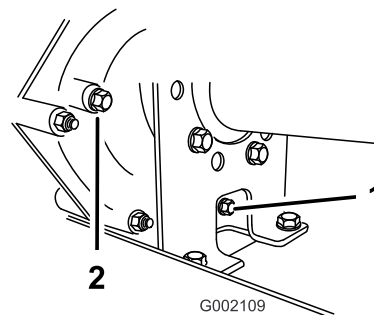
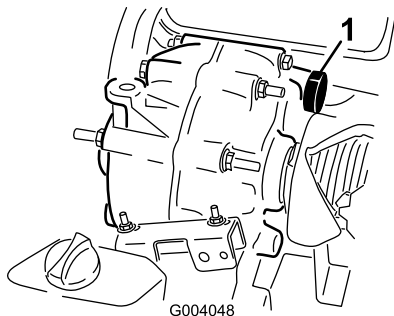

Figura 60
Figura 61
- Limpe a área em torno dos tampões de enchimento e escoamento com um trapo (Figura 60).
- Retire o tampão de enchimento rodando-o para a esquerda (Figura 60).
5. Retire o tampão de escoamento rodando-o para a esquerda (Figura 60).
6. Coloque e aperte o tampão de escoamento e a junta no orifício do tampão de escoamento da transmissão (Figura 60).
7. Encha o reservatório (Figura 61) através do orifício do tampão de enchimento com aproximadamente 1,4 litros do óleo especificado ou até o nível de óleo na transmissão estar alinhado com a parte inferior das estrias (Figura 60).
8. Coloque e aperte o tampão de enchimento e a junta no orifício do tampão de enchimento da transmissão (Figura 60).
10. Verifique o nível de fluido e adicione mais fluido, se o nível estiver abaixo das estrias do orifício do tampão de enchimento (Figura 60).